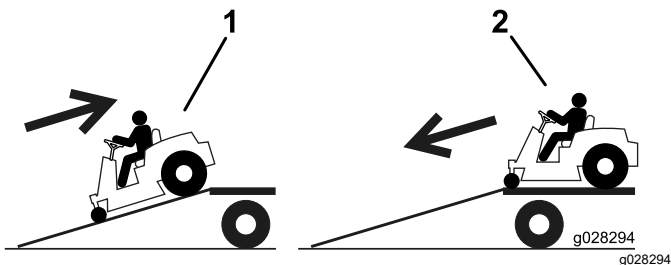

Figura 15
2. Baje la máquina por la rampa conduciendo hacia adelante (Figura 15).